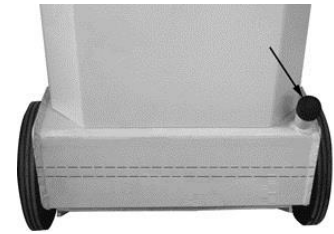

Fig.10
- Dévissez un peu la vis d'évacuation (Fig.10) pour que l'air puisse s'échapper du réservoir d'huile.